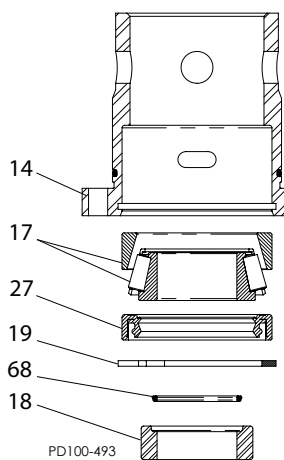

Figura 43: Haga presión para extraer el cojinete trasero del eje
2. Apoye la carcasa del cojinete como se muestra en la Figura 43, haga presión para liberar el eje del cojinete trasero (elemento 17), la carcasa del cojinete (elemento 14), el anillo O del manguito del sello (elemento 68) y el manguito del sello (elemento 18).